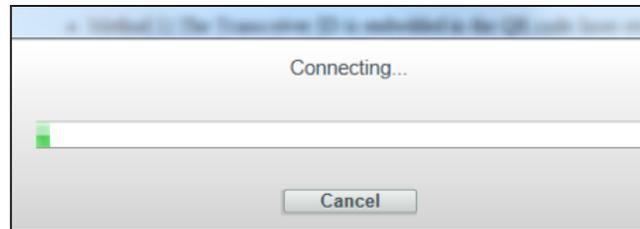

Figura 12. Barra de estado de conexión.
- (c) Durante el proceso de conexión, se mostrará una barra de estado. Vea la Figura 12. Espere aproximadamente 10 segundos para que termine el proceso de conexión, o haga clic en el botón de **Cancel** para cancelar el proceso.